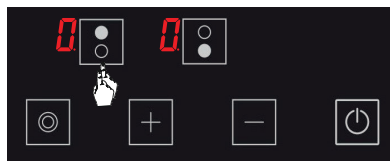

Abbildung 6
2. Drücken Sie die entsprechende Kochzonen-Auswahltaste. Es wird das **0** Symbol in der entsprechenden Kochzone angezeigt, wenn Sie sie zum ersten Mal berühren. (Siehe Abb. 6)